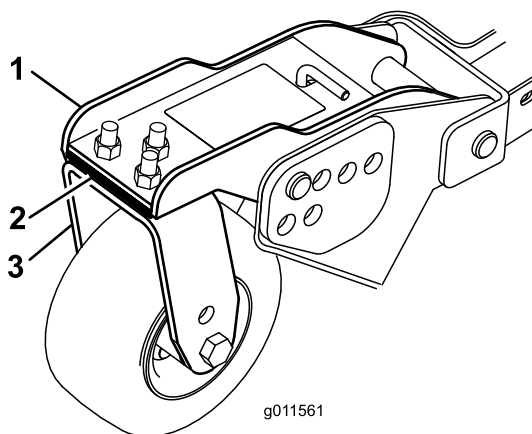

Figura 32
Girate la lama di ciascun perno fino a disporla in parallelo con la lunghezza della macchina. Misurate dal suolo alla punta anteriore del tagliente. Regolate gli spessori di 3 mm sul braccio (o bracci) della ruota orientabile anteriore, finché l'altezza di taglio non corrisponde al valore riportato sull'adesivo (Figura 32). Unicamente per il fusello della lama esterna fate riferimento alla procedura in Regolazione del passo del piatto di taglio \(pagina 78\).
3. Se il bordo interno del piatto di taglio laterale è troppo alto rispetto al bordo esterno del piatto di taglio anteriore, toglieete uno spessore di 3 mm dalla base del braccio della ruota orientabile anteriore interna del piatto di taglio laterale (Figura 32).